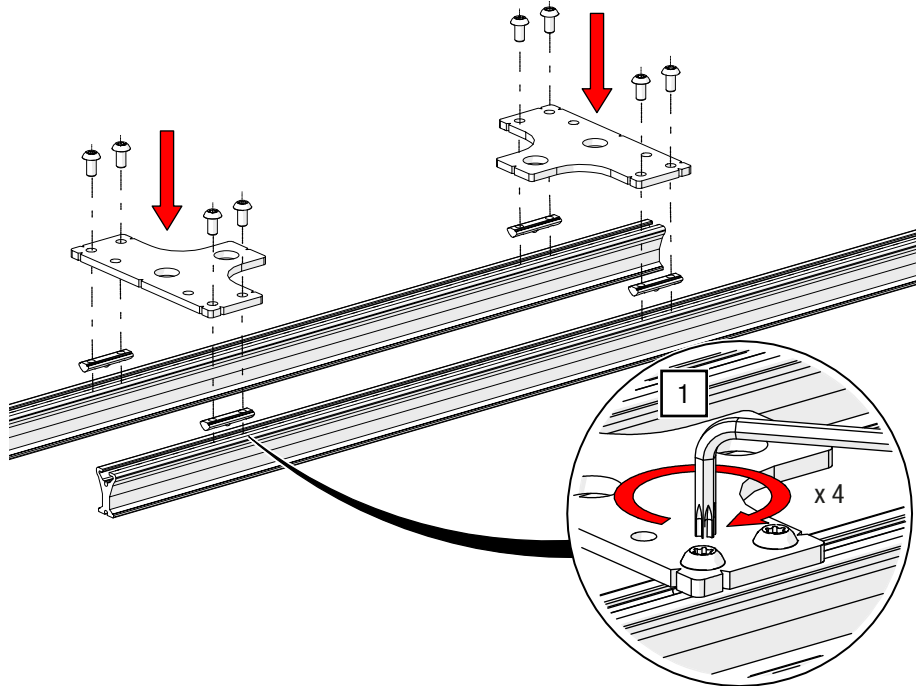

Abb. 48: Ausgleich-Überlaufplatte (2-läufig) – Quer zur Schiene montieren (Überlauf)
1. Legen Sie jeweils einen Nutenstein in eines der zwei Schienenteile und befestigen Sie das Blech quer orientiert als Verbindungsplatte mit einem TORX®-Schlüssel T25 und 6 Nm (siehe Abb. 48).